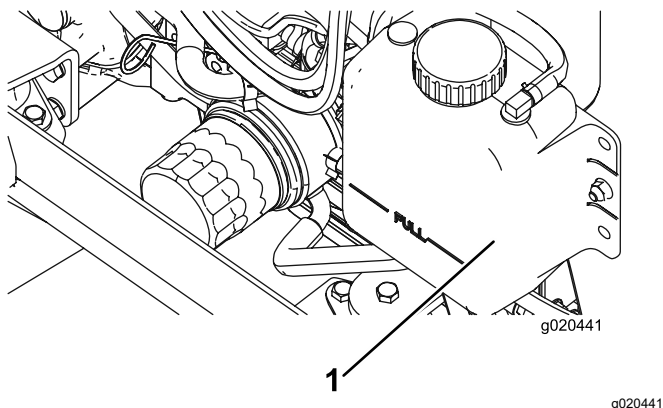

Figura 72
1. Togliete con cautela il tappo del radiatore e il tappo del serbatoio di espansione (Figura 72).